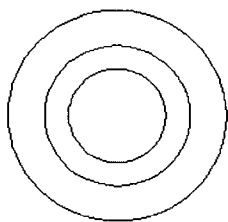

图 5-2 绘制同心圆
1. 利用“圆”命令, 绘制三个半径分别为 90、60、40 的同心圆, 如图 5-2 所示。